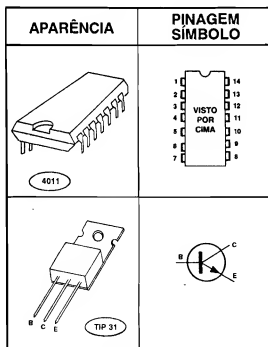

FIG. 2-P
- FIG. 2-P - PRINCIPAIS COMPONENTES DA MONTAGEM - Conforme costumamos fazer nas Seções de **PRÁTICA** das “Aulas” do ABC, vamos dar uma olhada mais cuidadosa nos principais componentes do circuito, justamente aquelas peças que apresentam terminais polarizados, que não podem ser invertidos quando das suas ligações finais à placa... A figura mostra, então, o Integrado CMOS 4011 e o transistor TIP31, em aparências, símbolos e pinagens, de modo que, “visualmente”, não fiquem dúvidas para o Leitor/“Aluno” durante a utilização das tais peças...